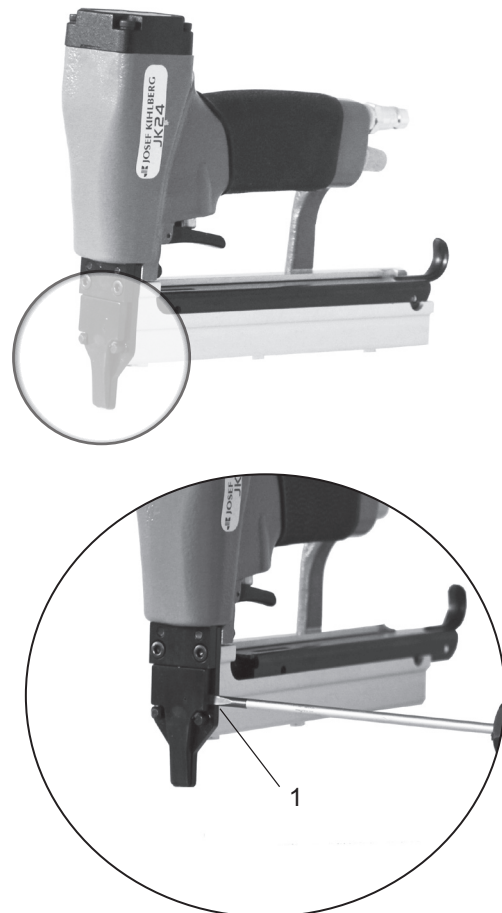

Fig. 5
- Ouvrir la plaque frontale depuis la gauche avec un tournevis (Fig. 5/1).